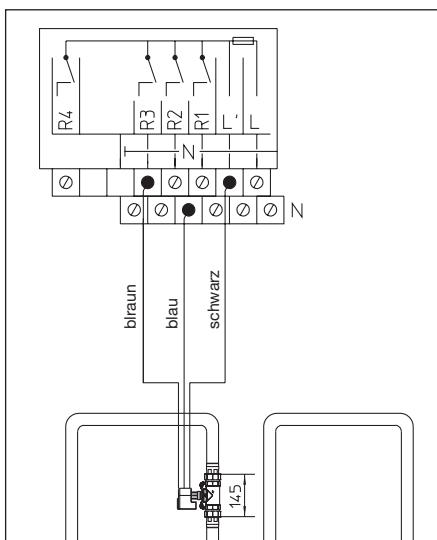

Abb. 6.2 Verkabelung an Regler „Regtronic RQ“
- Verbinden Sie das braune Kabel des Stellantriebes mit dem Reglerrelais R3, das schwarze Kabel mit der abgesicherten Phase des Reglers (L') und das blaue Kabel mit der Neutralleiter - Sammelmutterklemme des Reglers (N) siehe Abb. 6.2.